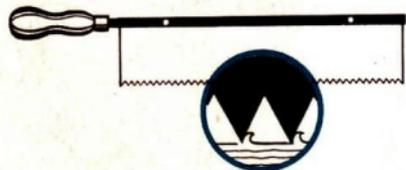

Bild 16/1 Feinsäge
**Das Sägen** wird häufig beim Bearbeiten vieler Werkstoffe angewendet. Dabei werden Späne vom Werkstoff abgehoben, und es entsteht ein Sägeschnitt. Zum Sägen von Holz wird im Werkunterricht die Feinsäge benutzt (Bild 16/1). Am Sägeblatt, das aus Stahl besteht, befinden sich viele kleine Zähne.